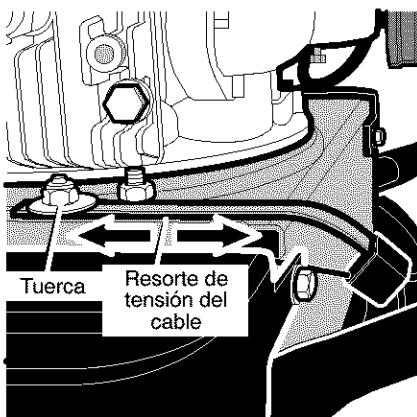

Figura 9
1. Afloje la tuerca que sujetla el **resorte de tensión del cable**. (Vea la Figura 9).